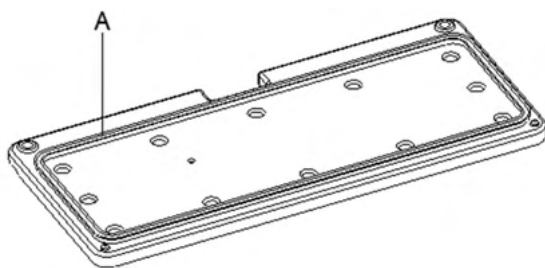

Figura 33
13. Limpie la guarnición de caucho (A, Figura 33) de la tapa y controle su integridad y eficiencia. Si necesario, sustituirla.